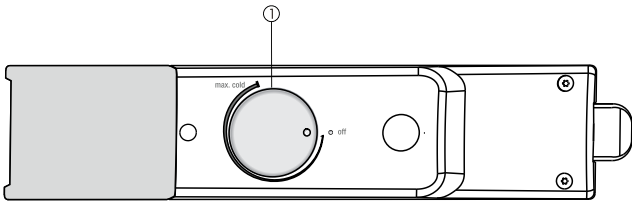

Fig. 2
- ▶ Faites tourner le bouton de réglage de la température Fig. 2 (1) dans le sens des aiguilles d'une montre jusqu'à la position du point moyen de température entre **off** et **max cold** .
► Tourner le régulateur de température *Fig. 2 (1)*.